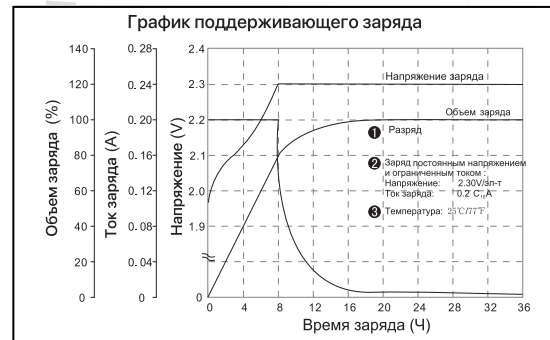

рис. 1
2. ГРАФИК ПОДДЕРЖИВАЮЩЕГО ЗАРЯДА (см. рис. 1)